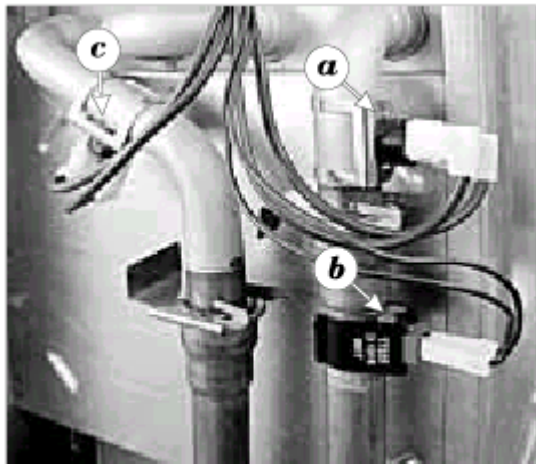

Рисунок 25
- два аварийных термостата расположены в левом верхнем углу котла на входе и выходе из первичного теплообменника (см. рис.25, поз. а, с). Они оснащены кнопкой “reset”;
- аварийный термостат расположен в левом верхнем углу котла на выходе из первичного теплообменника (см. рис.25, поз. а). Он оснащен кнопкой “reset”.